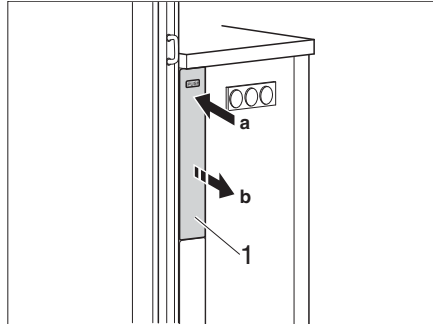

Fig. 119 Soltar el ensanchamiento
- Empujar al panel (Fig. 119,1) del ensanchamiento. Se suelta el ensanchamiento.
- Empujar el ensanchamiento (Fig. 119,1) en la estructura de la cocina, hasta que engatille.